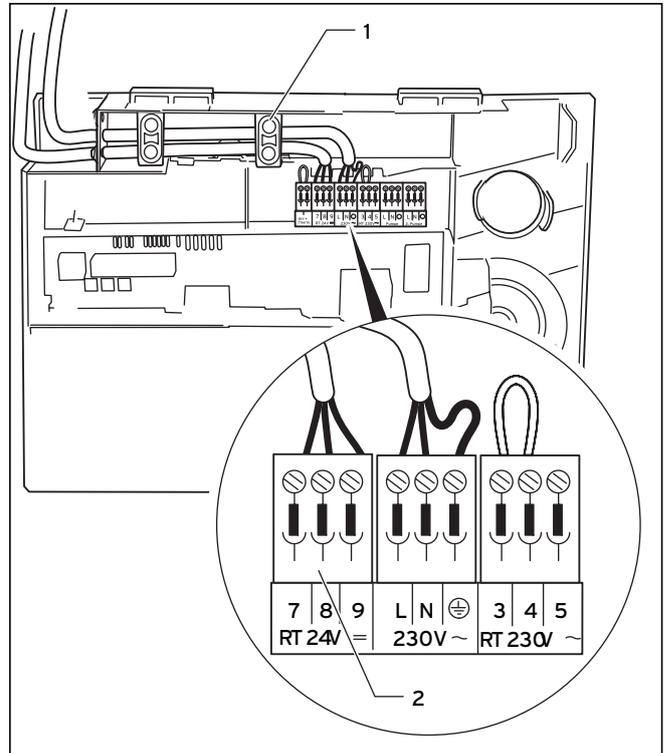

Abb. 5.8 Anschluss einer witterungsgeführten Regelung
- Verlegen Sie die erforderlichen Leitungen zur Anschlussebene im Schaltkasten wie in Abbildung 5.8 gezeigt.
- Schließen Sie die Anschlusskabel entsprechend Abbildung 5.8 bzw. Tabelle 5.1 und 5.2 an die entsprechenden ProE Stecker bzw. Steckplätze der Elektronik an.